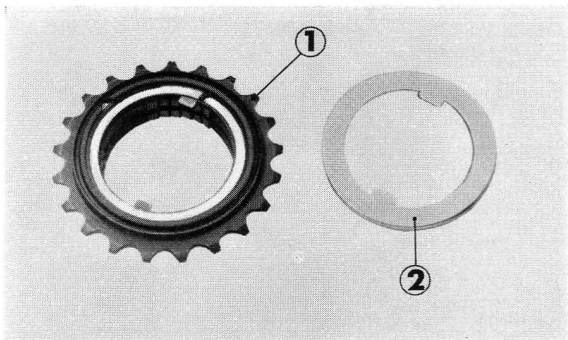

Figure 4-16 : ① pignon de roue libre ② rondelle d'appui C de 50 mm
2. Déposer le circlip de 50 mm, démonter le pignon de roue libre et les rondelles d'appui de 50 mm A et C (figure 4-16).